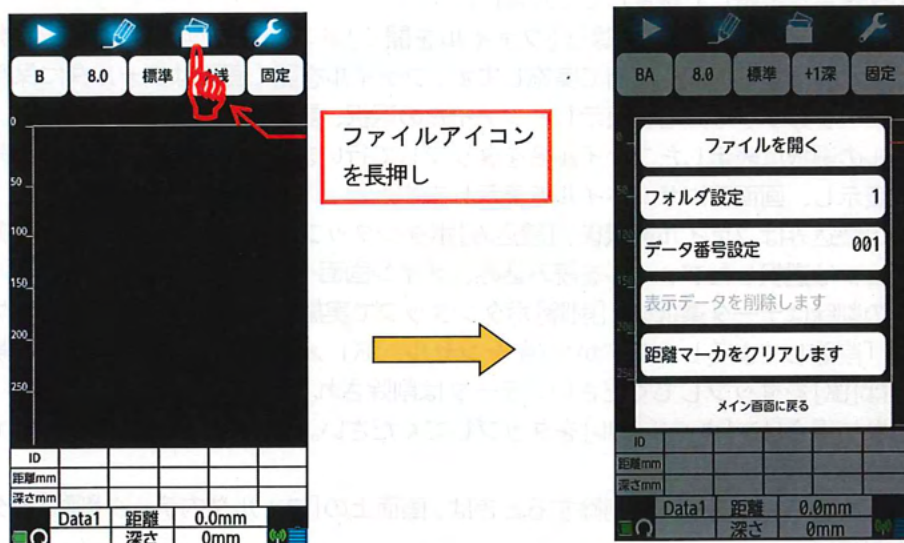

図 4-83 データ出力設定画面
ファイルアイコンは探査データをスマートフォン内蔵メモリーに保存・読み出し及びファイル操作設定を行います。データ出力設定はファイルアイコン(図 4-1③参照)を長押しで表示する図 4-83に示したファイル操作設定画面で行います。